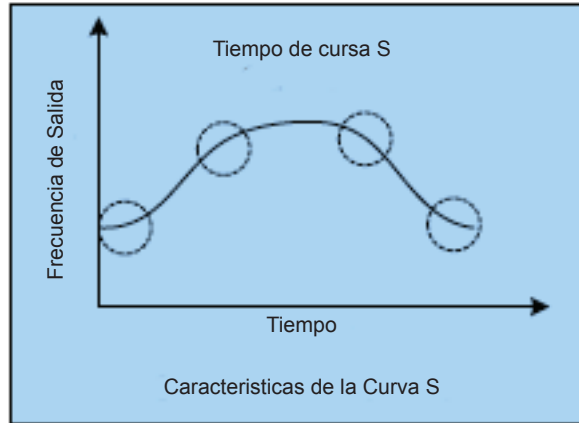

Fig. 19.4
- 6.) Cuando el tiempo de la curva S (A023 / A024) es superior a 0 seg., la acción de aceleración y de desaceleración es de acuerdo a como se muestra en la Fig.19.4.).